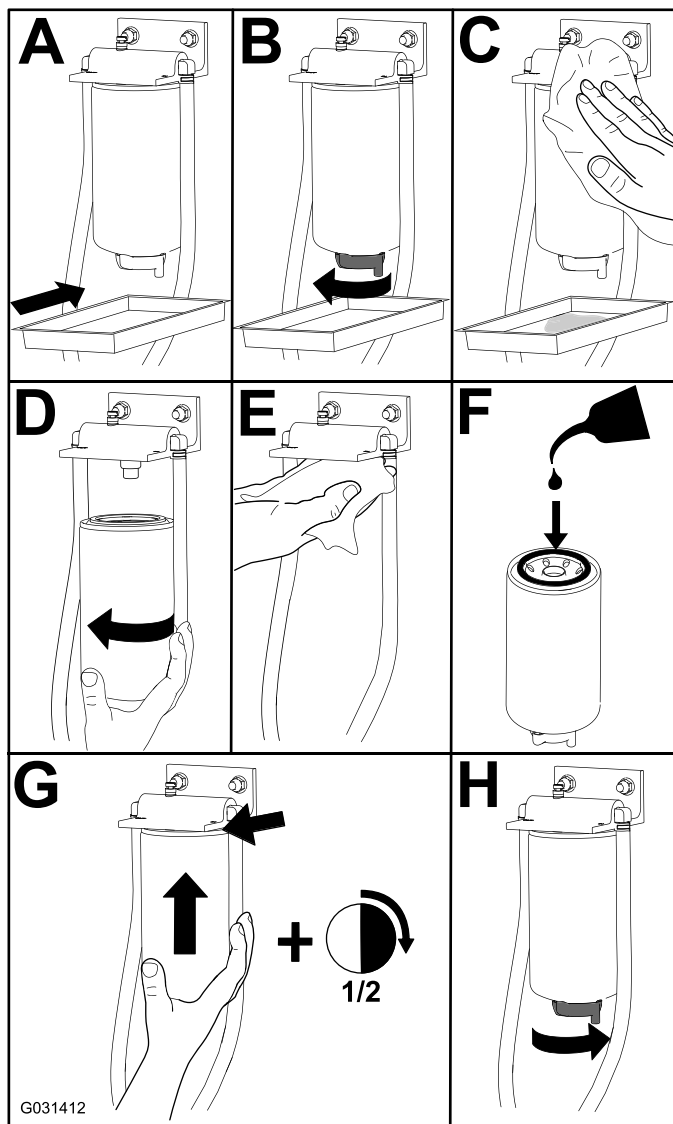

Figura 67
1. Sustituya el filtro tal y como se muestra en la Figura 67.